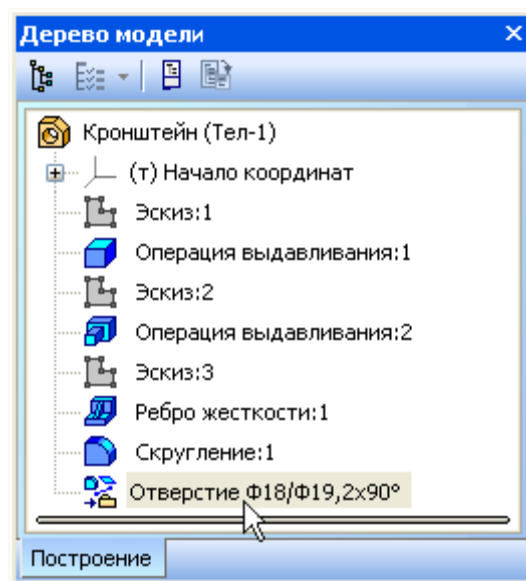

Рисунок 14.
- Укажите отверстие в Дереве модели (рис.14).